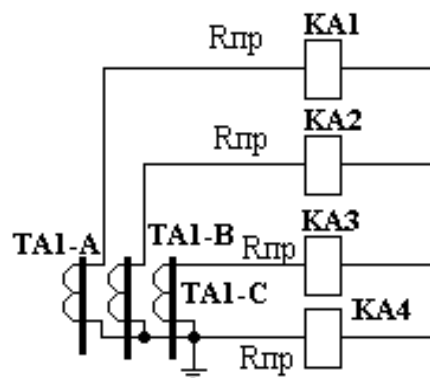

Рис. 5
2. Определить расчётную величину сопротивления внешней нагрузки трансформаторов тока при протекании тока трёхфазного КЗ. Схема соединения трансформаторов тока и реле приведена на рис. 5. Сопротивление провода от трансформаторов тока до релейной панели  $R_{пр} = 0,5$  Ом. Сопротивление всех контактов  $R_{конт} = 0,1$  Ом. Реле КА1, КА2, КА3 типа РТ-40/50 – уставка на реле  $I_{ср} = 30$ А; реле КА4 - тип РТ-40/20, уставка на реле  $I_{ср} = 8$ А.